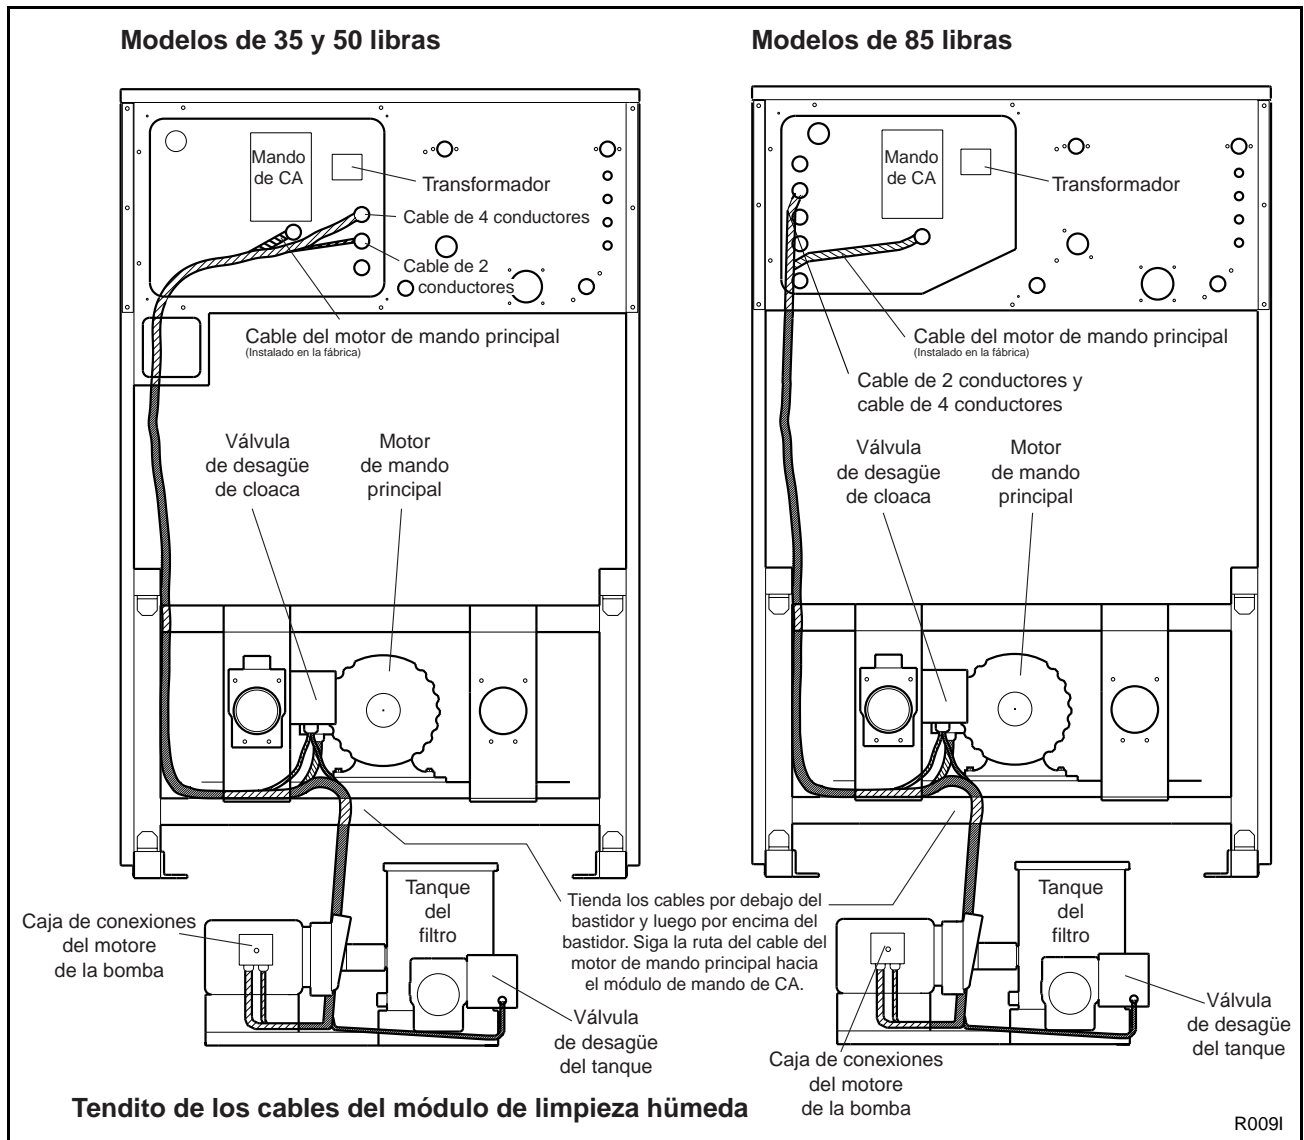

Figura 25
- c. Encamine los cables de 2 y de 4 conductores a lo largo del marco de la lavadora extractora, siguiendo el mismo trayecto que el cable del motor de mando principal. Deje una separación suficiente entre los cables y cualquier pieza móvil de la lavadora extractora. Vea la Figura 25.
**Nota:** Encamine los cables por debajo del marco, como se muestra en la Figura 25.